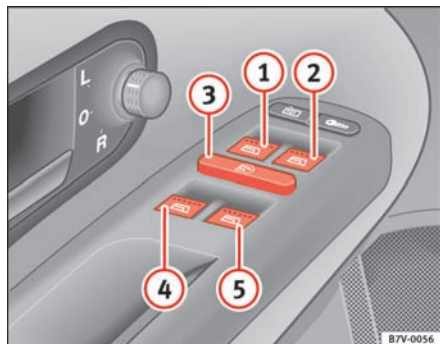

Fig. 64 Udsnit af førerdøren: kontakter til elruderne foran og bagi
- Tryk på kontakten $\Rightarrow$ fig. 64 ①, ②, ④ eller ⑤ for at åbne den pågældende rude.
Du kan deaktivere elrudekontakterne i bagdørene med sikkerhedskontakten $\Rightarrow$ fig. 64 ③.
One touch-åbning og -lukning af elruderne kan kun betjenes ved hjælp af kontakterne i førerdøren. Kontakterne ⇒ side 97, fig. 64 ① og ② har to trin til åbning og to trin til lukning af de forreste ruder. Det gør det nemmere at åbne eller lukke ruderne i den ønskede position.